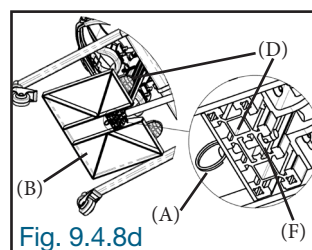

Fig. 9.4.8d
Insérer la goupille à dégagement rapide (A) sous le plateau de pieds (B) en vous assurant que le verrou (F) de la goupille soit complètement dégagé de l'autre côté du châssis (D) afin qu'elle soit bien verrouillée (Fig. 9.4.8d).